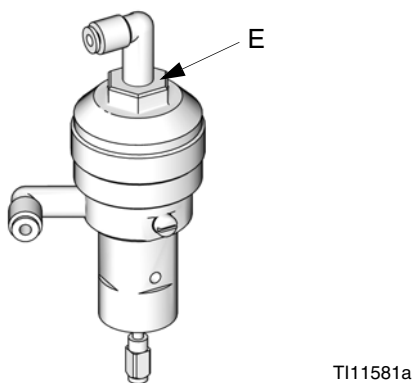

FIG. 24. Ventiljustering
Doseringsventiler og gennemskylningsventiler er indstillet fra fabrikken med sekskantsmøtrikken 1-1/4 omgange ud fra helt lukket. Denne indstilling begrænser den maksimale væskeflowhastighed ind i integratoren og minimerer ventilernes reaktionstid. Du skal dreje sekskantsmøtrikken (E) *mod uret* for at åbne doserings- eller gennemskylningsventilerne (for højviskose materialer). Du skal dreje *med uret* for at lukke doserings- eller gennemskylningsventilerne (for lavviskose materialer). Se FIG. 24.